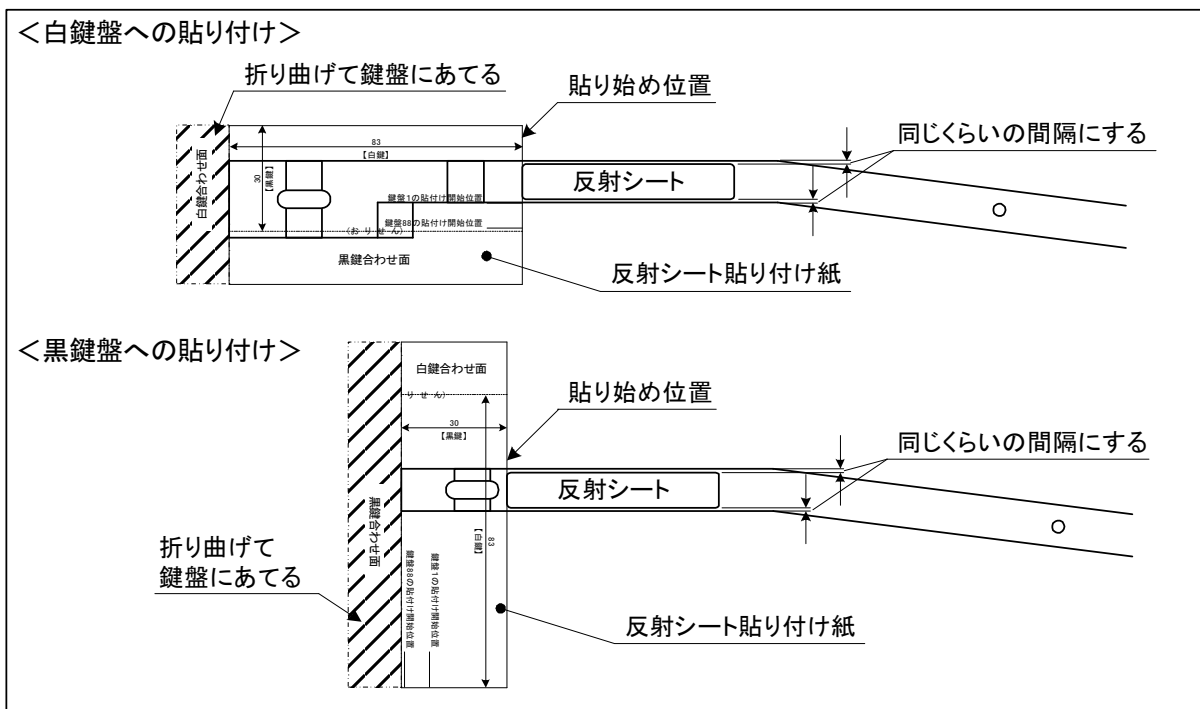
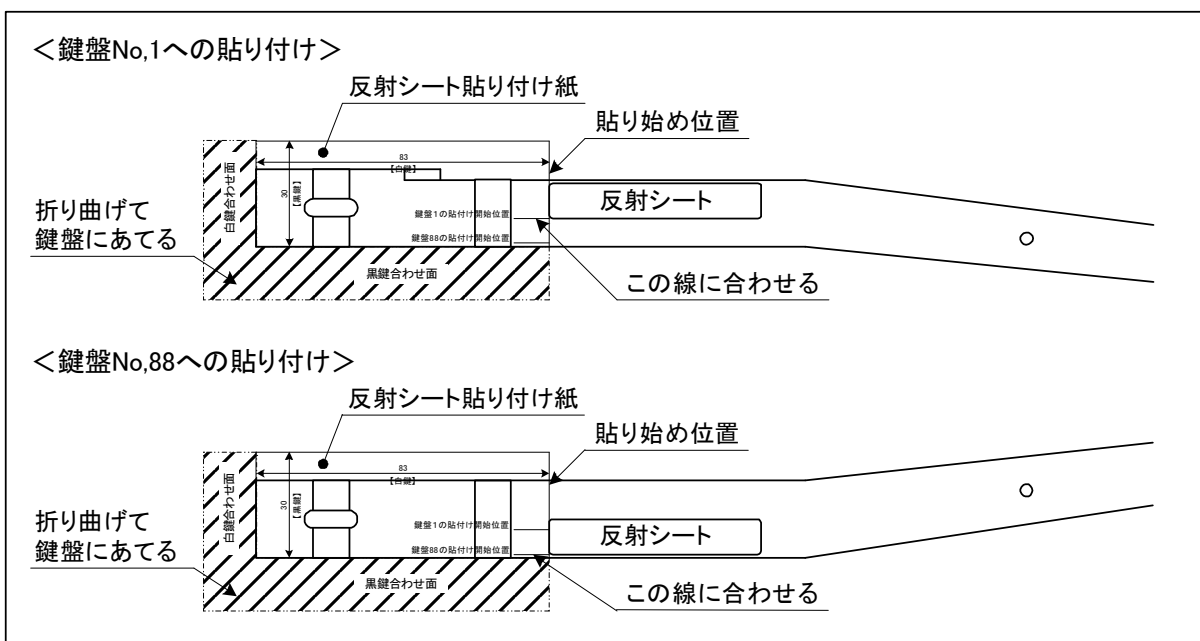

図3.3-7 反射シートの貼り付け
図3.3-8 白鍵No. 1とNo. 88への貼り付け
- (6) 白鍵盤と黒鍵盤から1本ずつを選び、反射シート貼り付け紙を用いて、反射シートを貼り付ける。反射シート貼り付け紙の白鍵盤は【白鍵合わせ面】、黒鍵盤は【黒鍵合わせ面】をそれぞれに折り曲げ、鍵盤の先端部に当てて、各鍵盤用の間隔を取り貼り付ける。(図3.3-7を参照)尚、鍵盤No. 1とNo. 88は反射シートを貼る場所の幅が広がっているので、図3.3-8のように、反射シート貼り付け紙の【白鍵合わせ面】と【黒鍵合わせ面】の両面を折り曲げ、鍵盤の先端部と側面部の両面に当てて、鍵盤先端からと側面の両方向から間隔を取って貼り付ける。
(7) 反射シートを貼り付けた鍵盤をピアノに取り付け、キーボードユニットのセンサーと反射シートの位置関係を確認する。反射シートの下にセンサーがある場合は、図3.3-7と図3.3-8の要領で全ての鍵盤に反射シートを貼り付ける。もし、センサーが外れている場合は、センサーに合わせて反射シートの位置を変えて貼り直し、残り全ての鍵盤も同じ位置に貼り付ける。